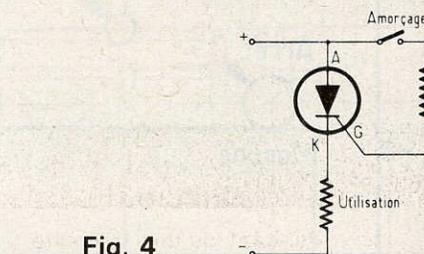

Fig. 4
- Couper, même un court instant, le circuit anode-cathode grâce à un contact ou un transistor (**fig. 4**).
Fonctionnement détaillé (fig. 4)